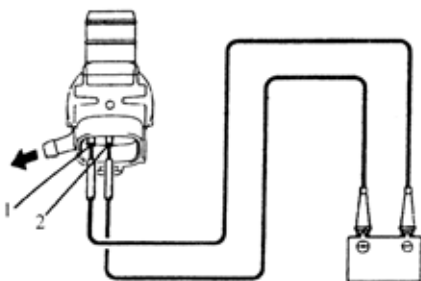

图 9-131
- 3) 把喷洗器电机 1 号端子与蓄电池正极(+)连接；2 号端子与蓄电池负极(-)连接。检查水是否从罐子里流出来，如图 9-131 所示。如果没有水流出，则更换喷洗器电机和泵。